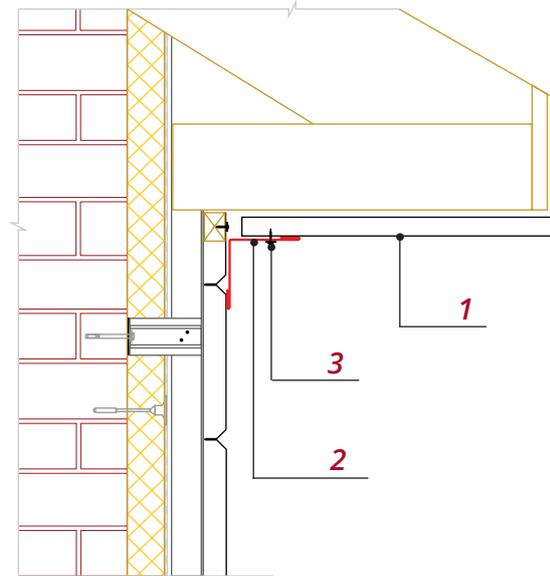

Рис. 26
■ Если требования к внешнему виду объекта не требуют скрыть крепеж, для окончания отделки фасада используйте Планку угла внутреннего 50\*50 (рис.26).